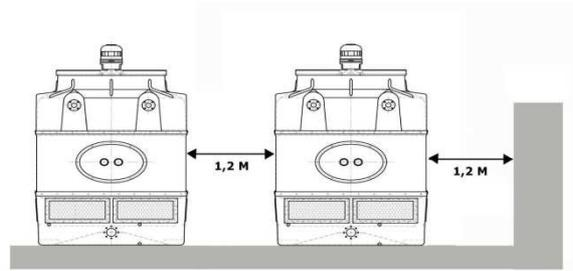

Fig. 18
- d) Due to reasons of operation and maintenance, a distance of, at least, 1,2 meters must be kept between the condenser and the nearby walls or between two towers (Figure 18).
- d) Pour des questions de fonctionnement et d'entretien, on doit garder, au minimum, une distance de 1,2 mètres entre le condenseur et les murs autour ou entre les condenseurs eux-mêmes (figure 18).